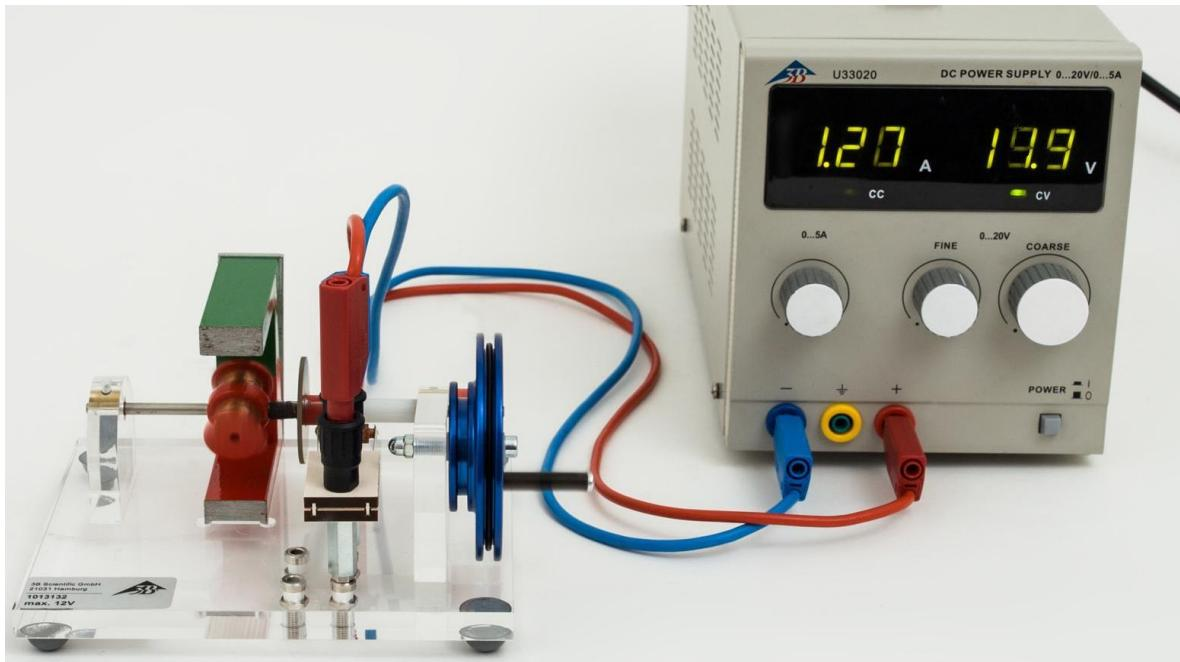

Fig. 2 Betrieb als Gleichstrommotor
- Stromabnehmer auf das rechte Buchsenpaar des Buchsenfeldes auf der Grundplatte stecken (siehe Fig. 2).